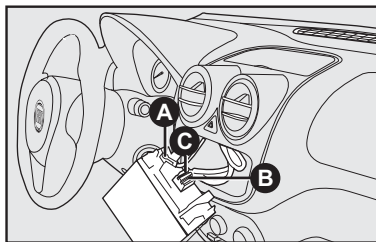

fig. 104
- cabo e plugue de alimentação elétrica para o autorrádio **C-fig. 104**.
- cabo e conector para antena de teto **A-fig. 104**.
- cabos e plugue para conexão dos alto-falantes e tweeters **B-fig. 104**.
- cabo de alimentação do autorrádio **C-fig. 104**.
- cabo para alto-falante dianteiro e traseiro **B-fig. 104**.